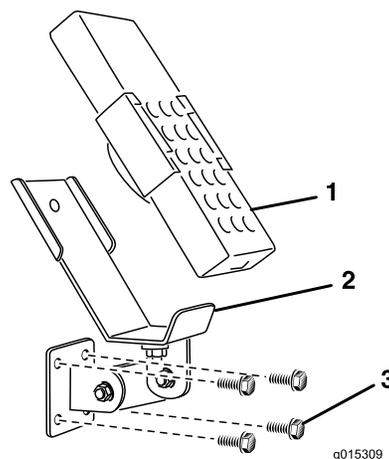
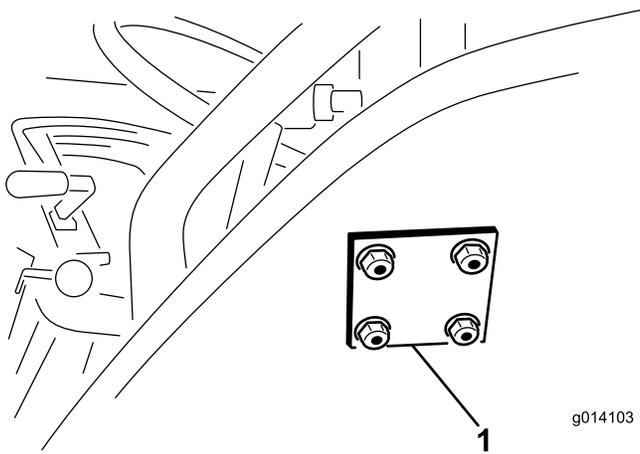

Figure 12
Figure 13
3. En vous servant de la plaque d'appui comme guide, repérez et percez (4) trous de 11/32" (0,87 cm) de diamètre dans la surface de montage du véhicule tracteur.
4. Fixez le support et la plaque d'appui avec (4) boulons à embase 5/16 x 1-1/2" et contre-écrous à embase (Figure 12 et Figure 13).